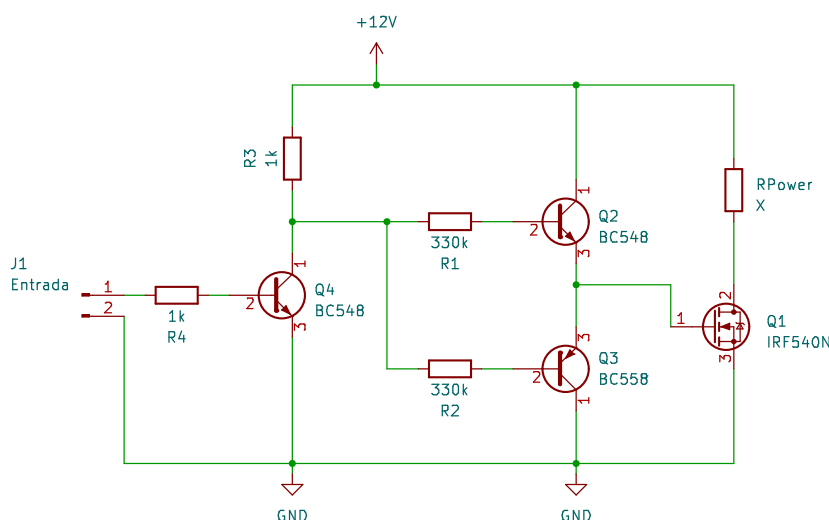

Figura 1: Circuito básico de acionamento de potência
Nesta Seção montaremos o circuito do controlador on-off. Observe a Figura 1, ela contém o circuito completo que será realizado. Siga os passos para compreender seu funcionamento.
7. **(1,0 ponto)** Configure um PWM do Black Pill para acionar o Circuito da Figura 1. Confirme que a temperatura sobe ou desce quando o pino configurado está em nível lógico baixo ou alto.